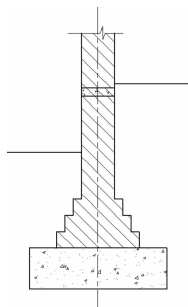

图 2-51 填充图例
(5)新建“图案填充”图层或在“细实线”图层填充图例,分别选用两种图案填充。此时比例设置非常重要,设置得过大,看不到填充效果,设置得过小,效果也不好,应反复试验,直到比例合适为止。此处使用的比例分别是“ANSI31”为 15 和 20,“AR-CONC”为 1 和 0.5,效果如图 2-51 所示。